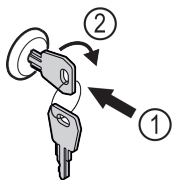

Fig. 72 Voorbeeld
- ▶ Sleutel erin duwen Fig. 72 (1).
- ▶ Sleutel 90° rechtsom draaien Fig. 72 (2).